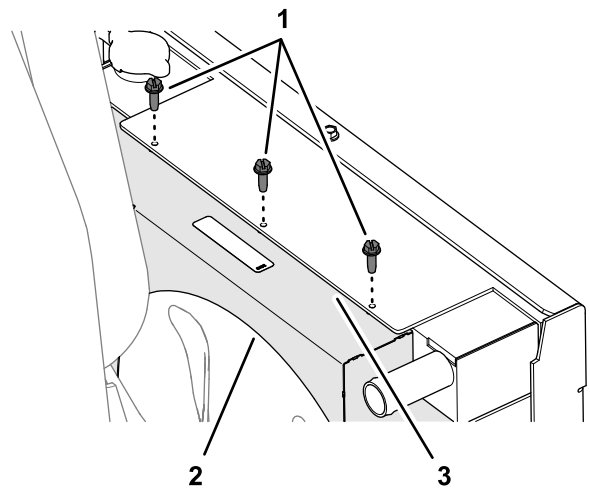

Рисунок 36
7. Присоедините верхний кожух вентилятора к радиатору/маслоохладителю (Рисунок 36) с помощью 3 самонарезающих шурупов (1/4 x 3/4 дюйма).